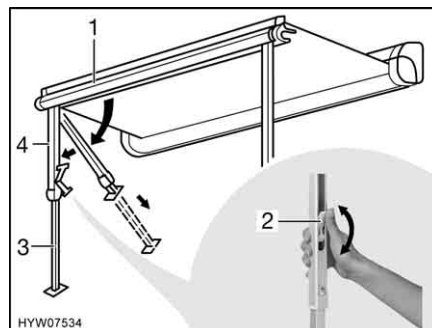

Fig. 15 Installazione dei montanti di supporto
- Rimuovere i montanti di supporto (Fig. 15,4) dal listello anteriore (Fig. 15,1) esercitando una leggera pressione verso l'esterno, quindi ribaltarli e collocarli.
- Estrarre la parte inferiore dei montanti di supporto (Fig. 15,3) fino alla lunghezza desiderata.
- Chiudere il bloccaggio presente sui montanti di supporto. A tale scopo, spingere la leva di serraggio (Fig. 15,2) verso l'alto.